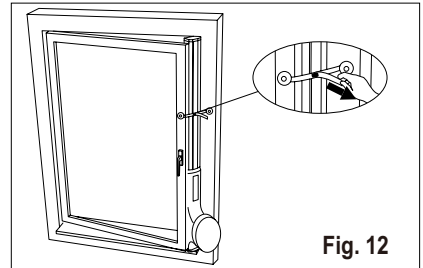

Fig. 12
3. Împingeți înapoi maneta de blocare pentru a fixa lungimea kitului de culisare a ferestrei, după care închideți fereastra și prindeți kitul de fereastră între fereastră și cadru pentru a fixa kitul de fereastră, dezlipiți folia protectoare de pe ancoră și prindeți-o de cadrul ferestrei, după care strângeți banda (Fig. 12).